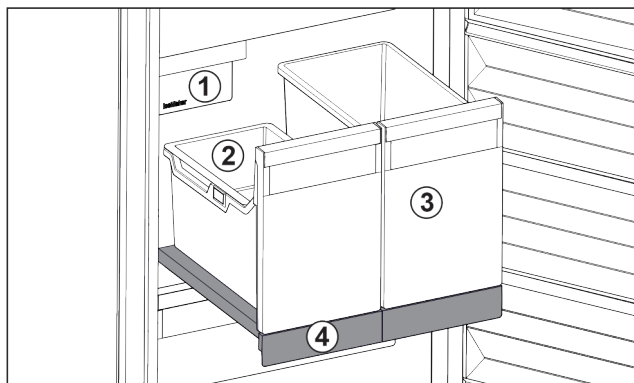

Fig. 103 Izvlečna polica z IceTower
Na izvlečni polici sta dve visoki posodi (IceTower). V posodi Fig. 103 (2) se zbirajo in skladiščijo ledene kocke iz IceMaker. Posoda Fig. 103 (3) je primerna za shranjevanje višjih živil, kot so pice ali alkoholne pijače.